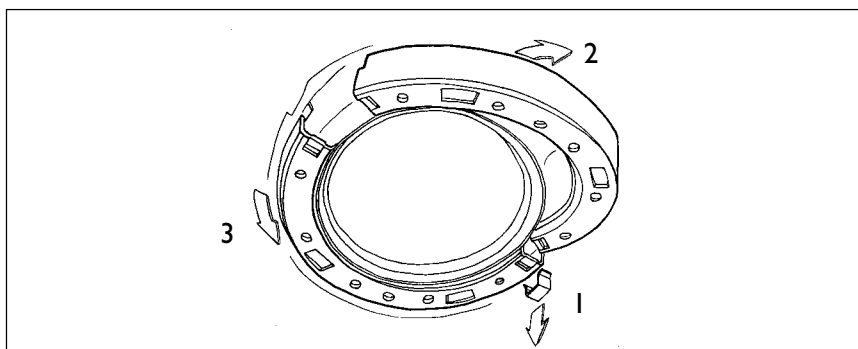

Рис.17
- Замена кольца фланца см.рис.17.